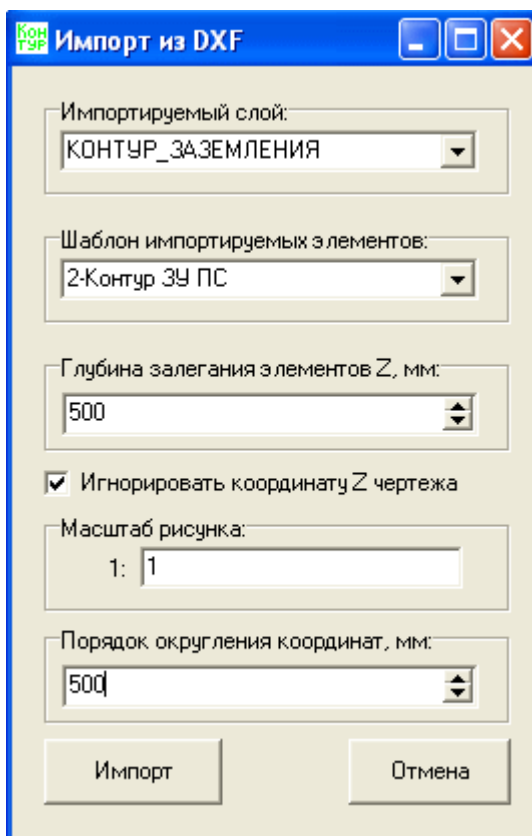

Рис. 3-2. Окно «Импорт из DXF».
- **Импорт.** Этот пункт меню вызывает диалоговое окно импорта схем из подготовленных ранее файлов AutoCAD версии 2005 или выше. Импортированы могут быть только схемы из файлов с расширением dxf. После выбора необходимого файла открывается диалоговое окно с выбором параметров будущей схемы (см. Рис. 3-2), в котором необходимо указать импортируемый слой, шаблон для импортируемых элементов, глубину залегания контура, масштаб и порядок округления координат. Пример импортирования готовой схемы описан в Разд. 3.2.2.